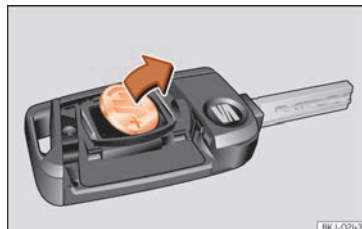

**Fig. 134** Chiave del veicolo: estrarre la batteria.
- Estrarre la batteria dal vano con un oggetto fino adatto » » **fig. 134**.
- Collocare la nuova batteria come illustrato » » **fig. 134** e inserirla nel vano batteria nella direzione contraria a quella indicata dalla freccia » » **2**.